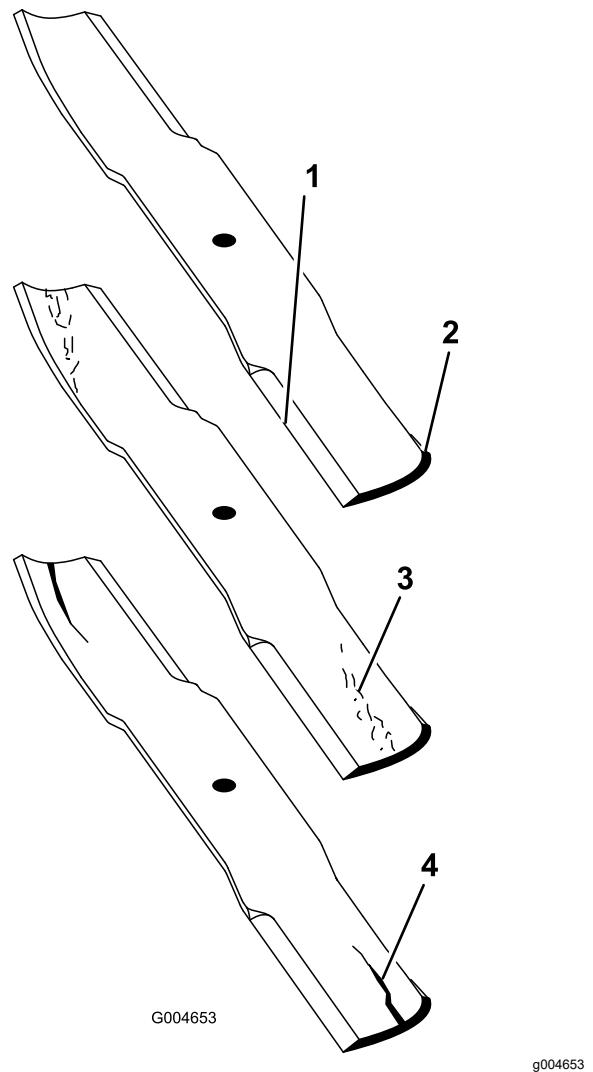

Figure 26
3. Examinez attentivement les tranchants de la lame, particulièrement au point de rencontre de la partie plane et de l'ailette (Figure 26).
Remarque: Le sable et les matières abrasives peuvent éroder le métal à cet endroit, c'est pourquoi il est important de contrôler l'état de la lame avant d'utiliser la tondeuse. Remplacez la lame si elle vous semble usée (Figure 26).